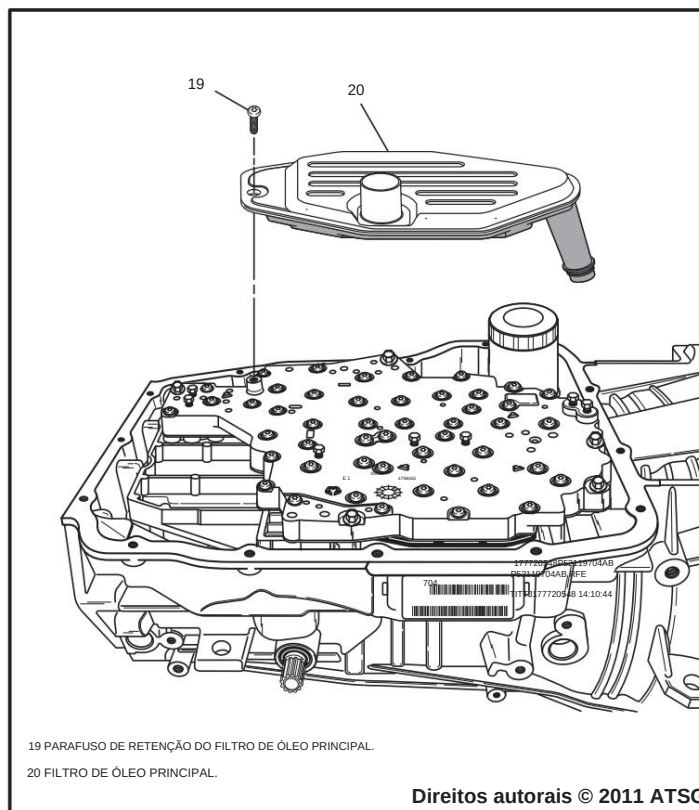

Figura 161
43. Lubrifique o novo gargalo do filtro de óleo principal com uma pequena quantidade de Trans-Jel® e instale o filtro de óleo principal na vedação do filtro, conforme mostrado na Figura 161.
44. Instale o parafuso de retenção do filtro de óleo, conforme mostrado na Figura 161, e aperte com torque de 4,5 N·m (40 pol.lb.).